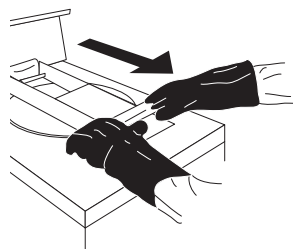

FIGURE 10
- A. Utilisez les deux mains sur le guidon pour abaisser le couvercle. (Figure 10)